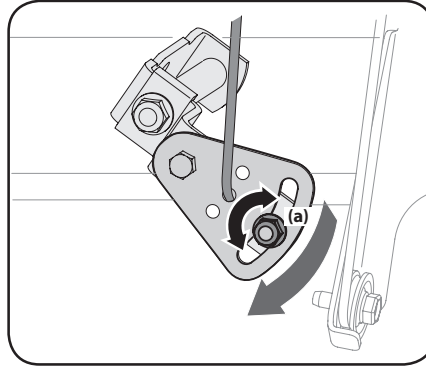

Figura 4-9
2. Afloje la tuerca hexagonal (a) del soporte de posicionamiento del cable de cambios. Consulte la Figura 4-9.